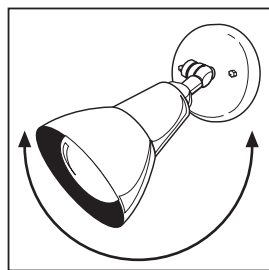

Figura 8
- f. Para evitar que entre agua a la unidad de reflector individual, no sitúe la luz en un ángulo de más de 65 grados en ninguna dirección (ver la figura 8).